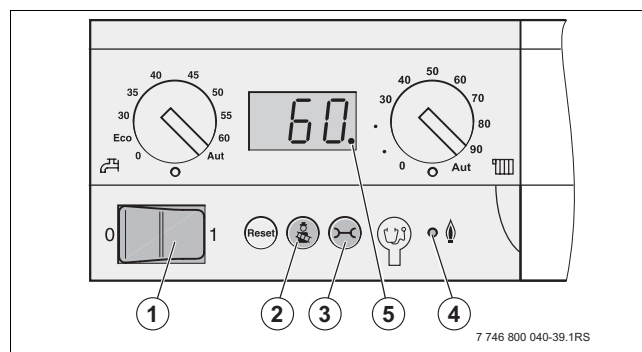

Рис. 65 Панель управления главного регулятора
- Десятичная точка внизу справа на экране гаснет (→ рис. 65, [5]).